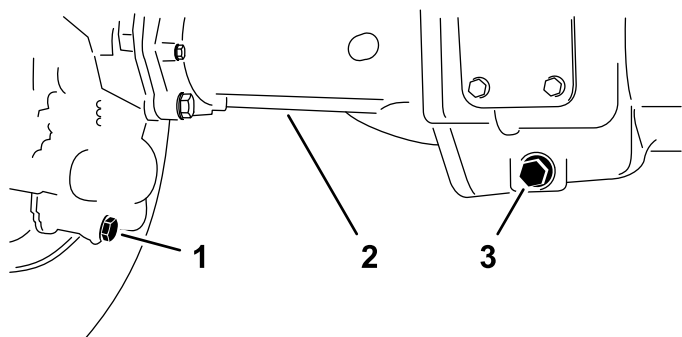

Figura 144
2. Limpie el área alrededor de los 3 tapones de vaciado (**Figura 144**) –1 en cada caja de engranajes cónicos (en el lado exterior de las carcasas de los ejes) y 1 en la caja de engranajes centrales.
3. Retire cada tapón de vaciado (**Figura 144**) y deje que el aceite se vacíe en un recipiente.